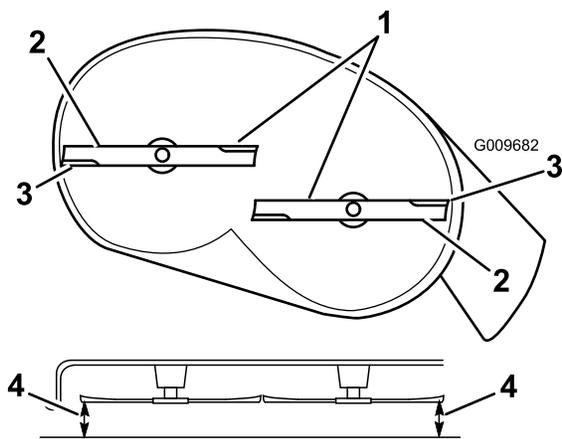
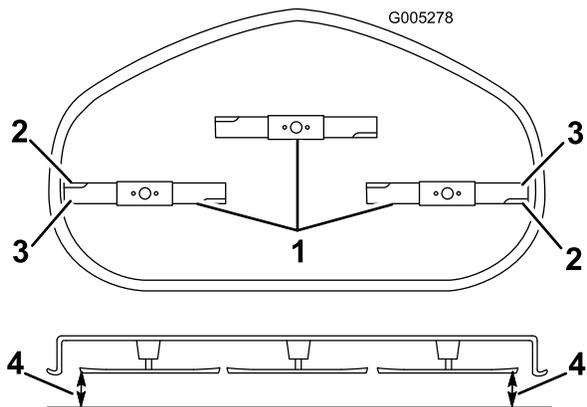

Figure 57
Figure 58
4. Faites pivoter les lames avec précaution pour qu'elles soient toutes parallèles (Figure 57 et Figure 58).
5. Mesurez la distance entre les tranchants extérieurs et la surface plane (Figure 57 et Figure 58).